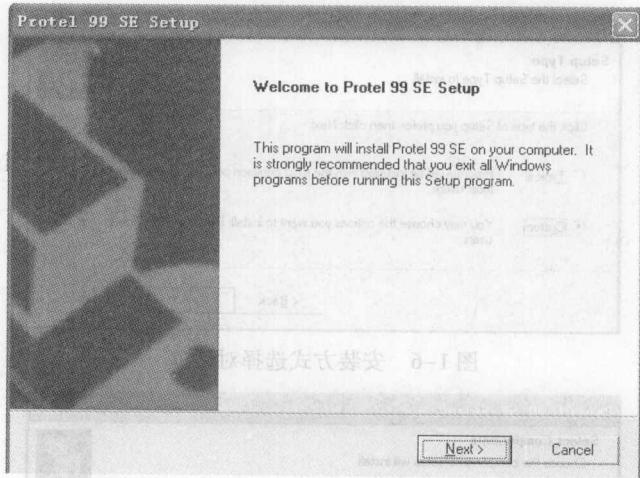

图 1-3 安装界面
(3) 稍微等待一会，进入如图 1-3 所示的安装程序对话框，单击“Next”按钮。